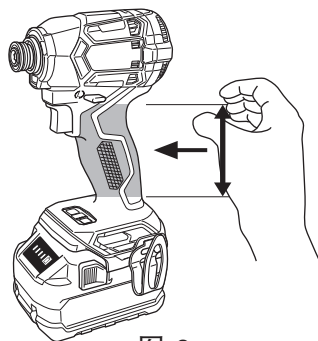

图 8
- 操作时请确保牢牢握住工具。否则可能导致事故或受伤。(图 8)